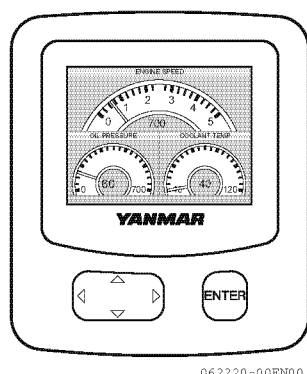

Abbildung 4
- Sobald der Motor startet, zeigt das VC10-Display den Bildschirm mit den Motorzustandsdaten an (**Abbildung 4**).